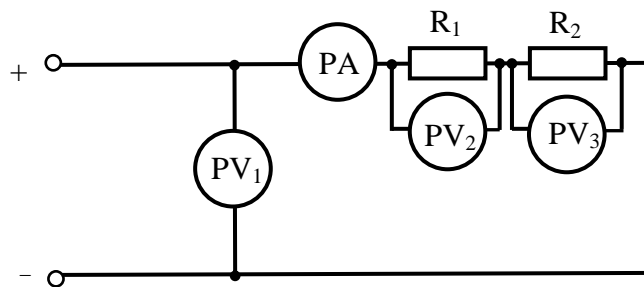

Рисунок 1.1 – Схема соединения резисторов
4. Рисунок 1.1 – Схема соединения резисторов.